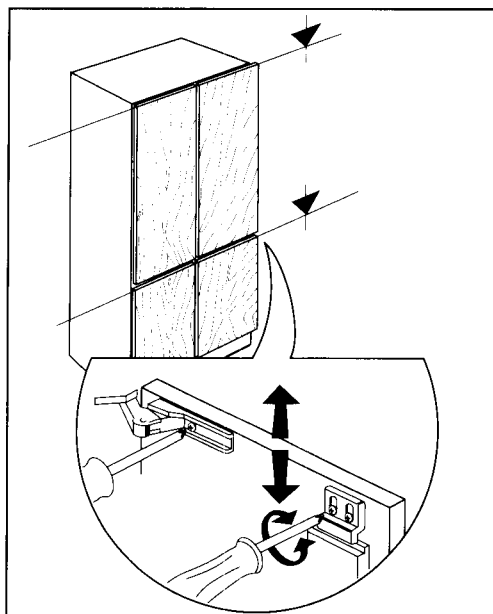

Fig. 7
- Ripetere le operazioni con l'altra porta superiore. Verificare l'allineamento orizzontale delle antine ed eventualmente correggerlo (Fig. 7).